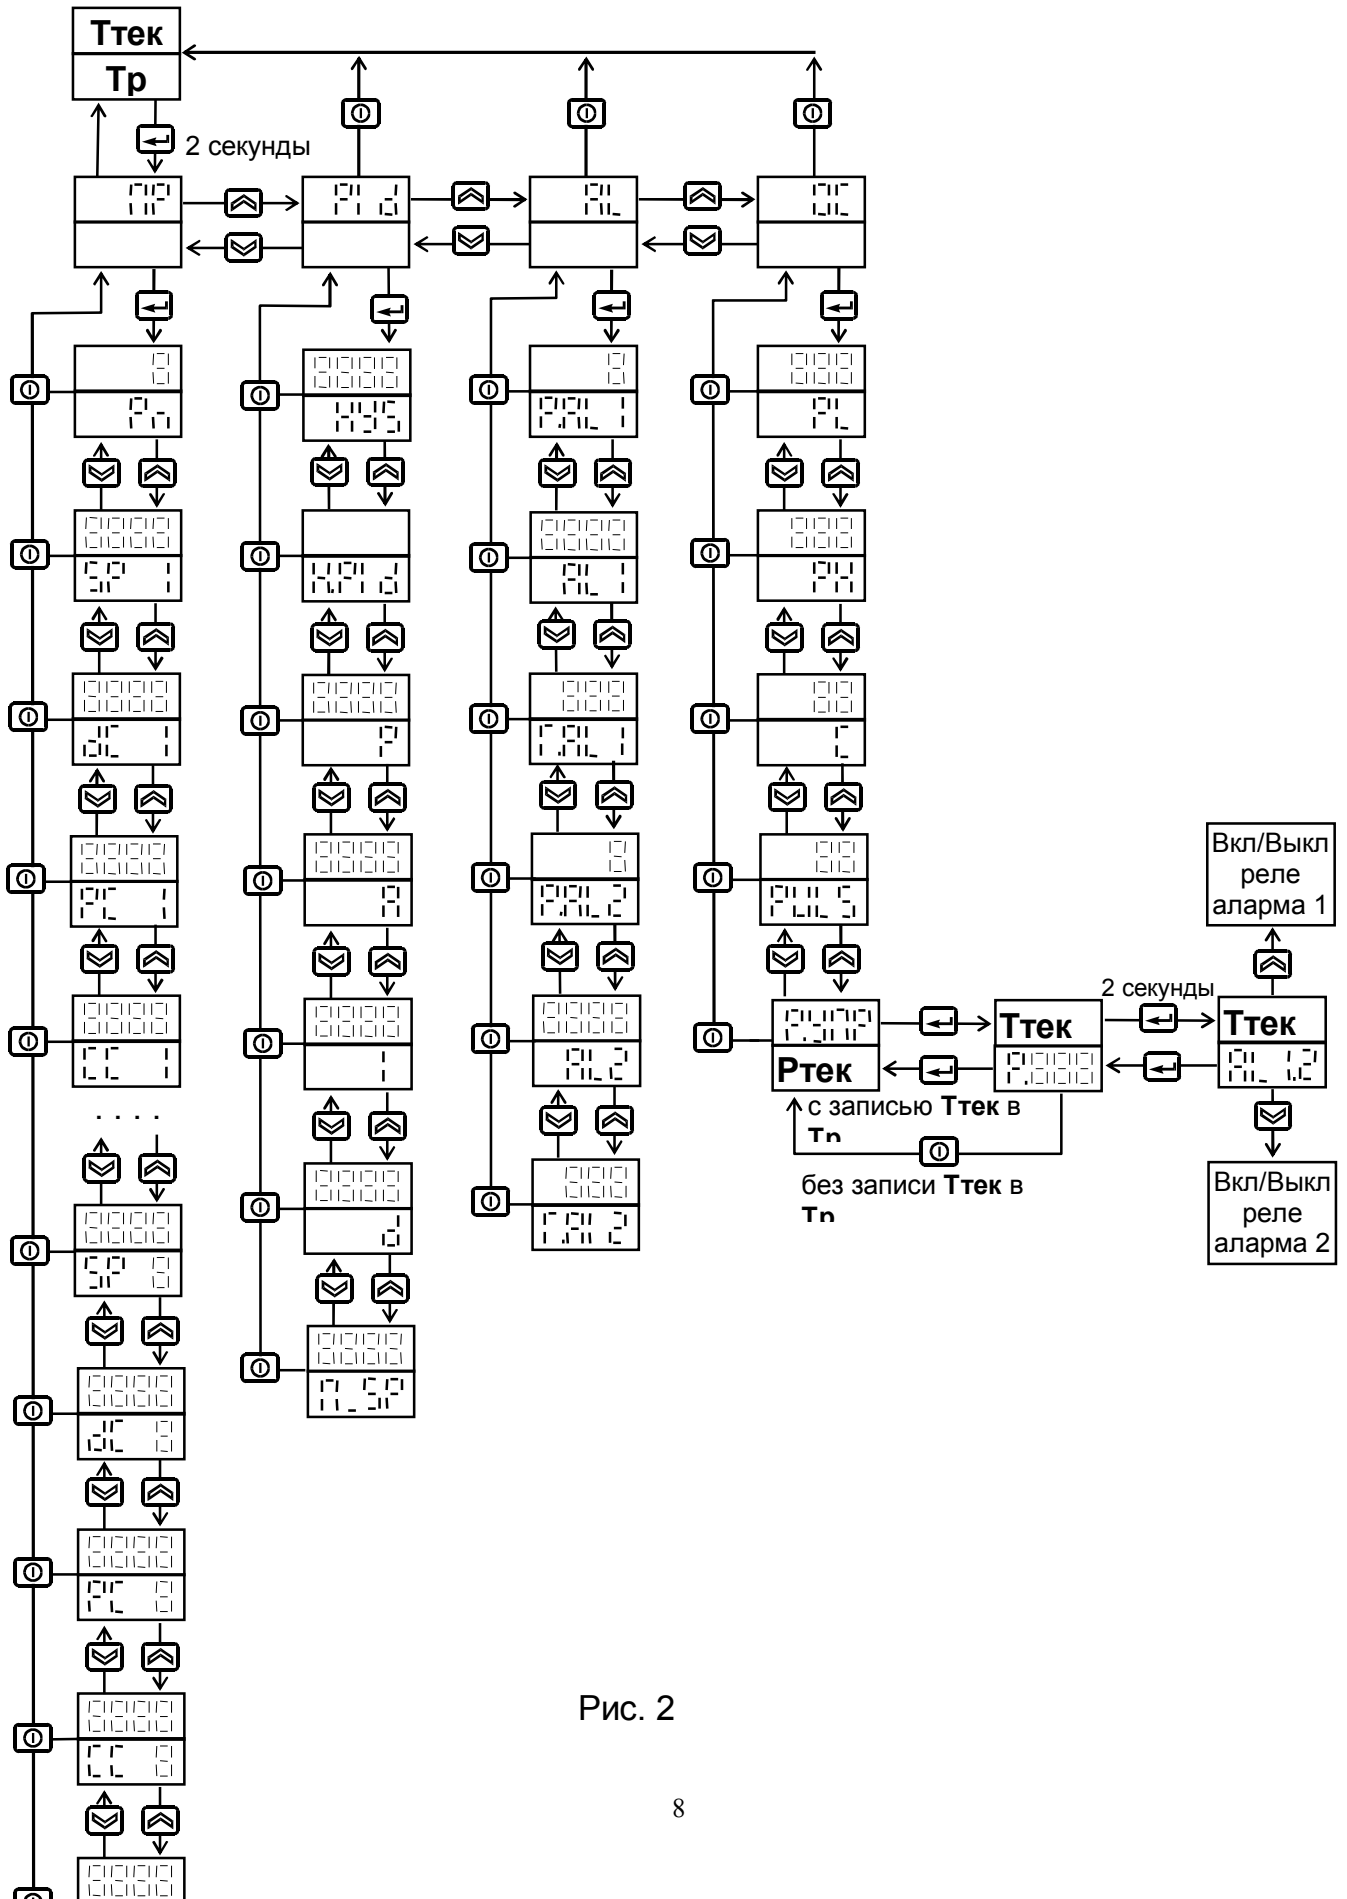

Рис. 2
**4.1.** Подключить прибор согласно Рис.2 ПРИЛОЖЕНИЯ при выключенном общем питании. Проверить правильность подключения прибора.
- Для ввода других параметров, определяющих работу регулятора, нужно в режиме отображения текущей и заданной температуры нажать и удерживать кнопку  $\text{F}_1$   $\text{F}_2$  примерно две секунды до появления надписи  $\text{P}_1$   $\text{P}_2$  на верхнем индикаторе. Теперь из меню параметров можно выбирать и изменять те, которые необходимо (Рис. 2).
4.6 Автоматическая настройка параметров  $P_1$ ,  $I$ ,  $\Delta t$  и  $P_2$  запускается при нажатии и удержании в течение двух секунд кнопки  $\square$  при индикации параметра  $P_1$   $\square$  в меню параметров  $P_1$   $\square$  (см. Рис. 2). Через две секунды после нажатия кнопки  $\square$  прибор выходит из меню и переходит в режим автоматической настройки параметров  $P_1$ ,  $I$ ,  $\Delta t$  и  $P_2$ , о чем свидетельствует мигание светодиода 'H'. По окончании настройки параметров прибор переходит в режим поддержания заданной температуры  $T_p$  или к выполнению шагов программы (если параметр  $P_1$  не равен нулю). Автоматическая настройка параметров осуществляется всегда для основного заданного значения  $T_p$  независимо от того, задана или нет программа регулирования по шагам. Настройка параметров  $P_1$ ,  $I$ ,  $\Delta t$  и  $P_2$  производится по методу предельных колебаний.
**4.8** Действие аварийных реле определяется параметрами режима работы, а также температурой задания и гистерезисом аварийного реле из меню  $P_{IL}$  (см. Рис. 2). Параметры  $P_{IL1}$  и  $P_{IL2}$  задают режим работы аварийного реле 1 и 2 соответственно. Существует 8 режимов работы:
- 0). Считается, что текущая температура достигла заданной, если  $|T_{\text{тек}} - T_{\text{зад}}| \leq \Delta T$ , где  $\Delta T$  - параметр из меню (см. Рис.2). В режиме останова реле выключено.
- 3 - аналогично режиму 1, но отслеживание заданного условия начинается только после достижения текущей температурой основного заданного значения **Трег** (если параметр  $T_{\text{рег}} = 0$ ) или значения  $T_{\text{рег}}$  (если параметр  $T_{\text{рег}} \neq 0$ ). Считается, что текущая температура достигла заданной, если  $|T_{\text{тек}} - T_{\text{зад}}| \leq \Delta T$ , где  $\Delta T$  - параметр из меню (см. Рис.2). В режиме останова реле выключено.